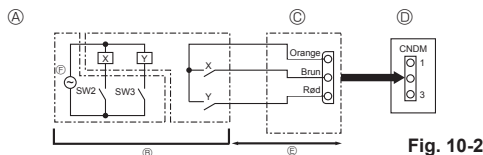

Fig. 10-2
10.2. Behovsfunktion (modifikation på stedet) (Fig. 10-2)